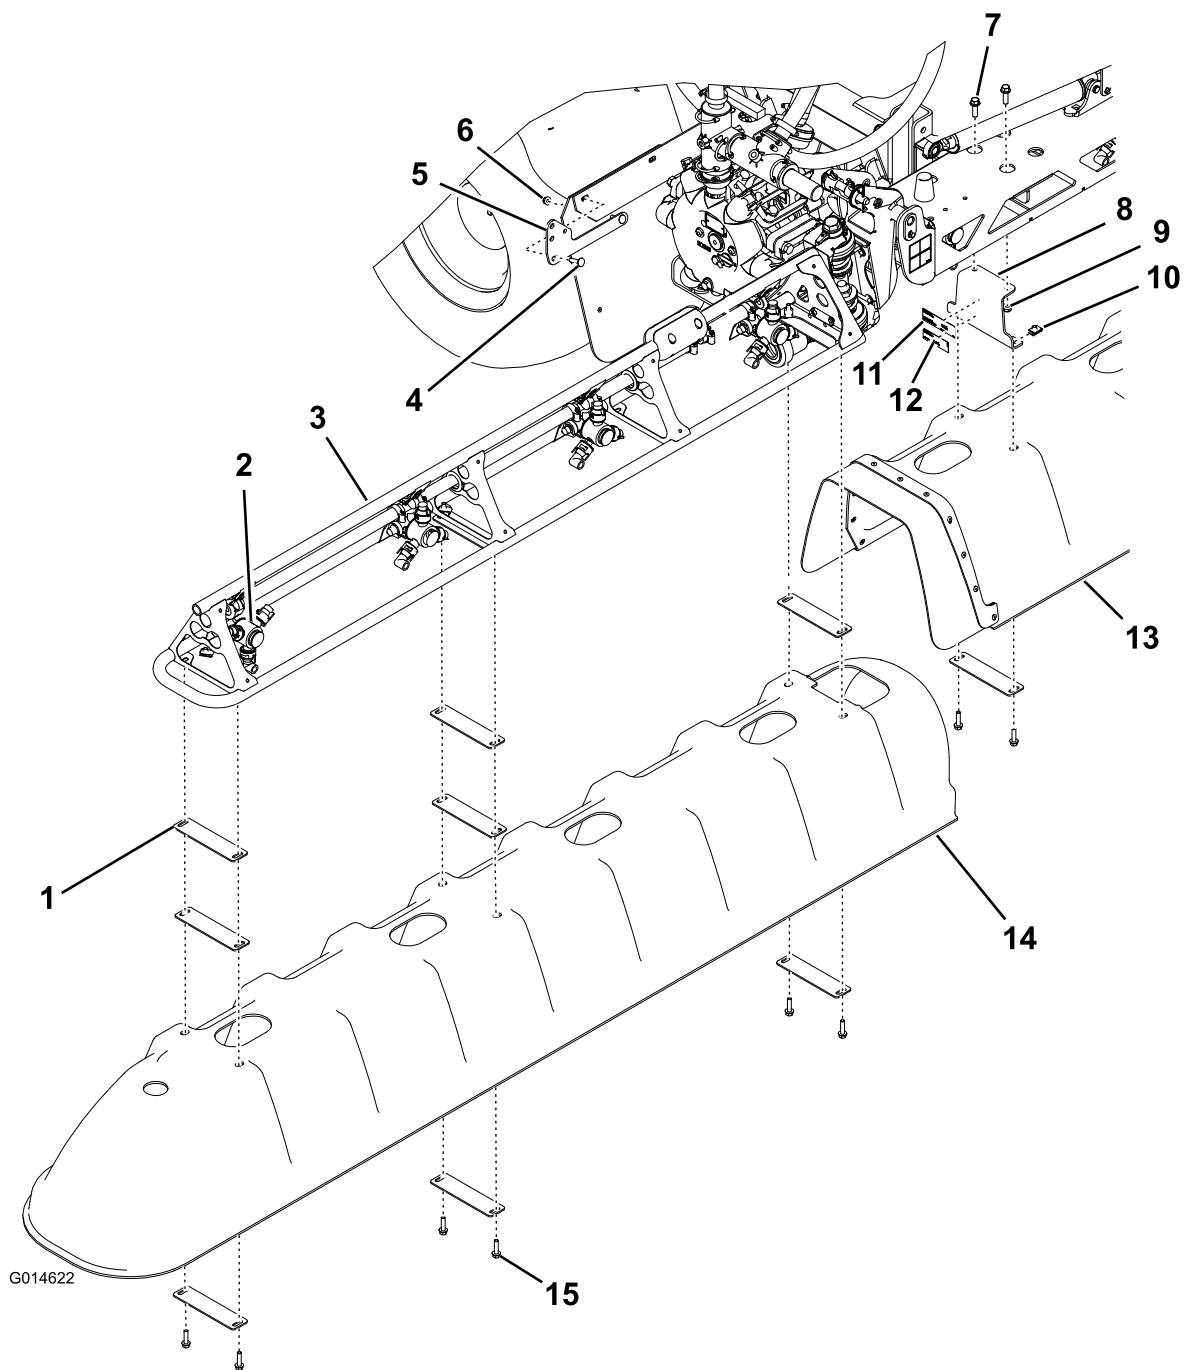

Figure 1
1. Apposez l'autocollant de numéro de modèle/série et l'autocollant réglementaire sur l'un des supports de la rampe centrale, comme illustré à la Figure 1.
- Fixez chacun des 2 supports centraux à la rampe centrale avec 2 vis à tête hexagonale (3/8 x 1-1/4") et 2 écrous à embase (3/8") comme illustré à la Figure 1.
- Fixez le couvercle central aux supports de la rampe centrale avec 4 écrous en U, 2 plaques de boulonnage et 4 vis à tête hexagonale (5/16 x 1-1/4"), comme illustré à la Figure 1.
- Fixez un des couvercles de rampe latérale (Figure 1) avec 8 plaques de boulonnage, 6 vis à tête hexagonale (5/16 x 1-1/4") et 6 écrous en U.
- Montez le support du robinet de vidange sur la machine avec 2 vis de carrosserie et 2 écrous à embase (5/16"), comme illustré à la Figure 1.
- Retirez le robinet de vidange de sa position existante et posez-le sur le support (Figure 1) avec la goupille à anneau et la sangle existantes.